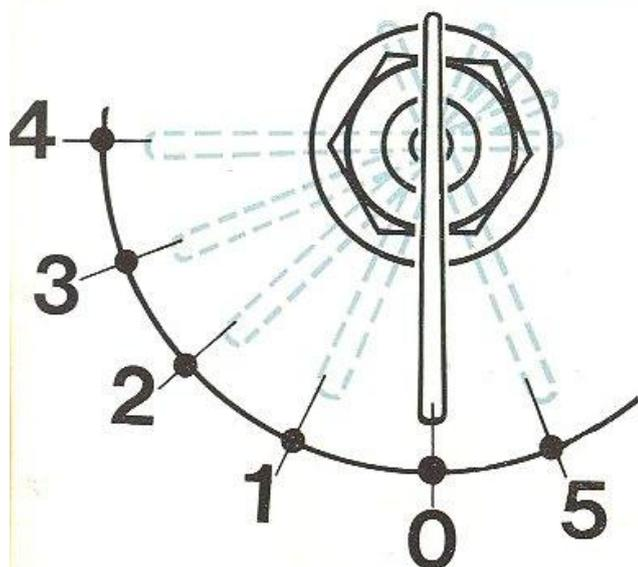

FIG. 4
Dans la mesure où le contacteur général (fig. 4) est au moins en position 1, en appuyant sur le bouton (1), on assure la liaison avec l'avertisseur urbain.